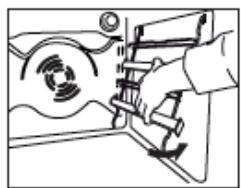

Fig.4
4. Replacez les grilles de support latérales dans la cavité (Fig. 4).